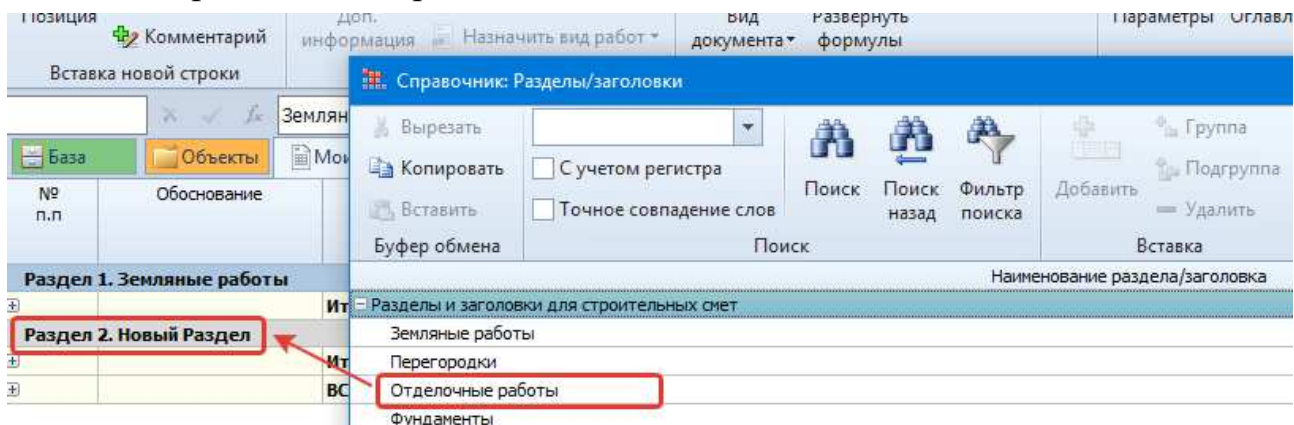

Рисунок 2.5. Переименование раздела с помощью справочника
- Щелкните левой кнопкой мыши на значке **+**, расположенном рядом с группой **Разделы и заголовки для строительных смет**. В окне появятся справочники выбранной группы. Подведите указатель мыши, например, к строке **Отделочные работы** (рис. 2.5).